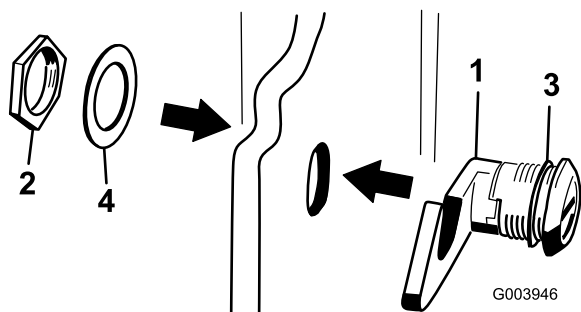

Bild 16
3. Nehmen Sie die Mutter vom Motorhaubenriegel ab (Bild 16).